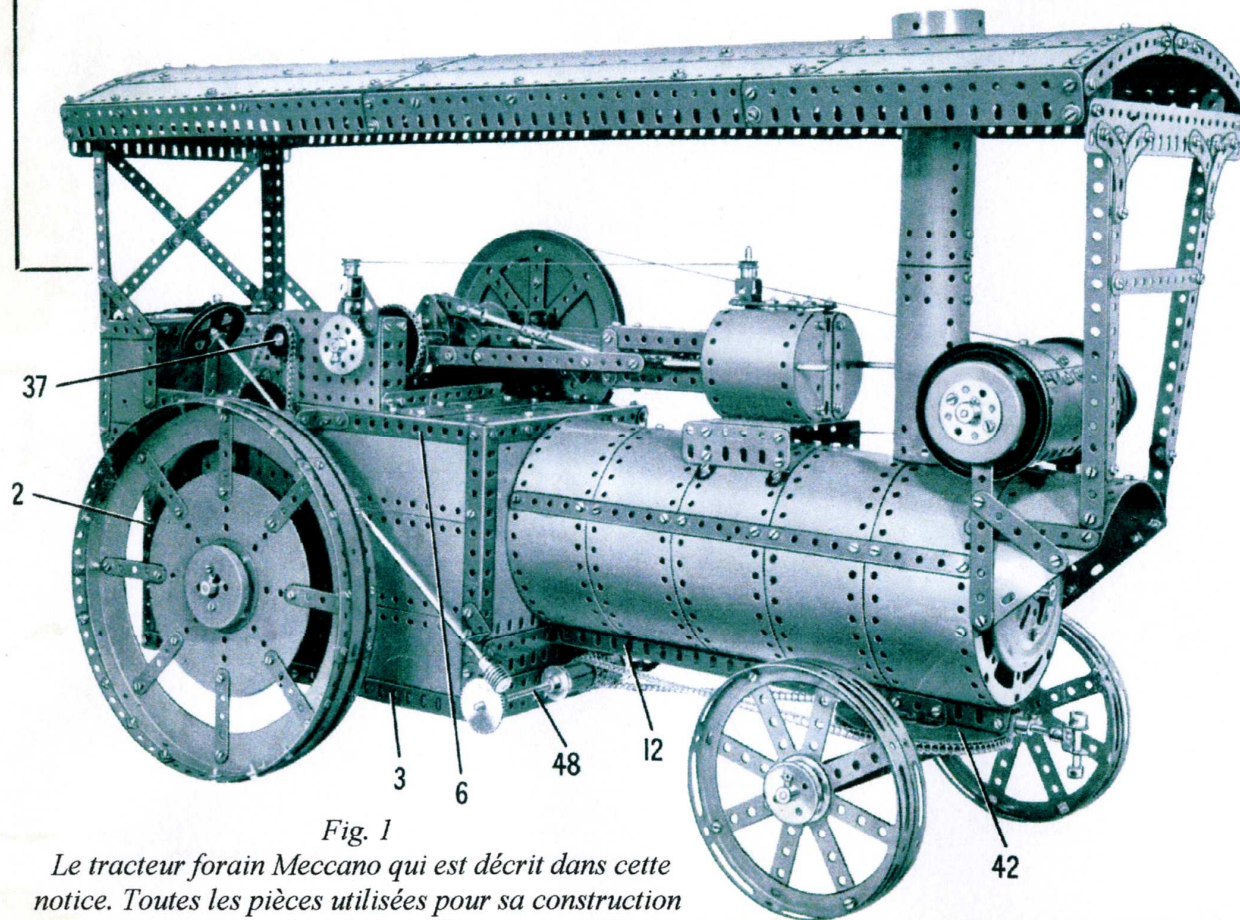

Fig. 1
Construction de la caisse du tracteur et de la soute à charbon (Figs. 1, 2, 4 et 6)
La chaudière (Figs. 1 et 2)
La dynamo (Figs. 1 et 2)
La dynamo est faite en boulonnant deux bandes coudées de 9 x 1 trous entre deux poulies de 75 mm. Des rondelles sont placées entre les poulies et les bandes coudées pour pouvoir boulonner sur celles-ci deux plaques flexibles de 11 x 5 trous et deux plaques cintrées de 5 x 5 trous, comme le montrent les Figs. 1 et 2.
Le toit et la cheminée (Figs. 1, 2 et 5)
Le toit est supporté à l'arrière par deux cornières composées boulonnées à des grands goussets d'assemblage (53) (Fig. 6) fixés sur l'arrière de la soute à charbon. Chaque cornière composée consiste en une cornière de 9 trous et une cornière de 4 trous. Les supports de l'avant du toit sont des cornières composées formées d'une bande de 19 trous et une bande de 15 trous reliées par des équerres. L'extrémité inférieure de ces cornières est fixée à la plate-forme de la dynamo par des équerres à 135 degrés. Les supports avant et arrière du toit sont entretoisés comme le montrent les Figs. 1 et 2.